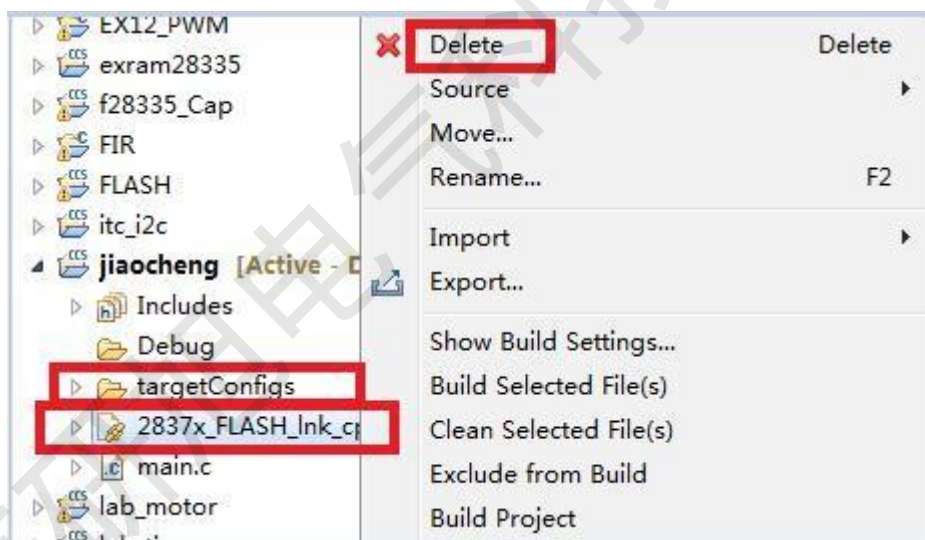

图 4-2-1
在打开的 CCS Edit 环境下选择菜单栏“Project”下的“Import CCS Project”，见下图 4-2-1 所示：
① 创建一个空白工程, 具体操作见第三章。(注: 在第三章第④步时可以选择 empty project, 使得工程更加简洁, 否则需要删除多出的 main.c 文件等, 否则会产生冲突。)
② 在工程目录下选中新建的工程, 双击找到仿真器配置文件“targetConfigs”和“F2837xD_Generic_FLASH_Lnk.cmd”文件, 选择“delete”删除。如图 4-2-1 所示: